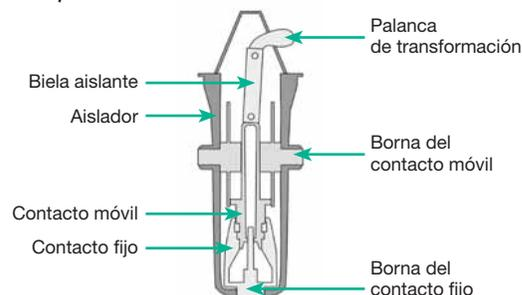

Fig. 1.42. Funcionamiento del interruptor automático.
- **Interruptor automático.** Consta de tres polos o ampollas (Fig. 1.41) que contienen  $SF_6$  a una presión absoluta cercana a 3 bar. En cada polo hay dos contactos: el inferior, que es fijo, y el superior, que es móvil y se acciona por el mando del interruptor automático (Fig. 1.42).